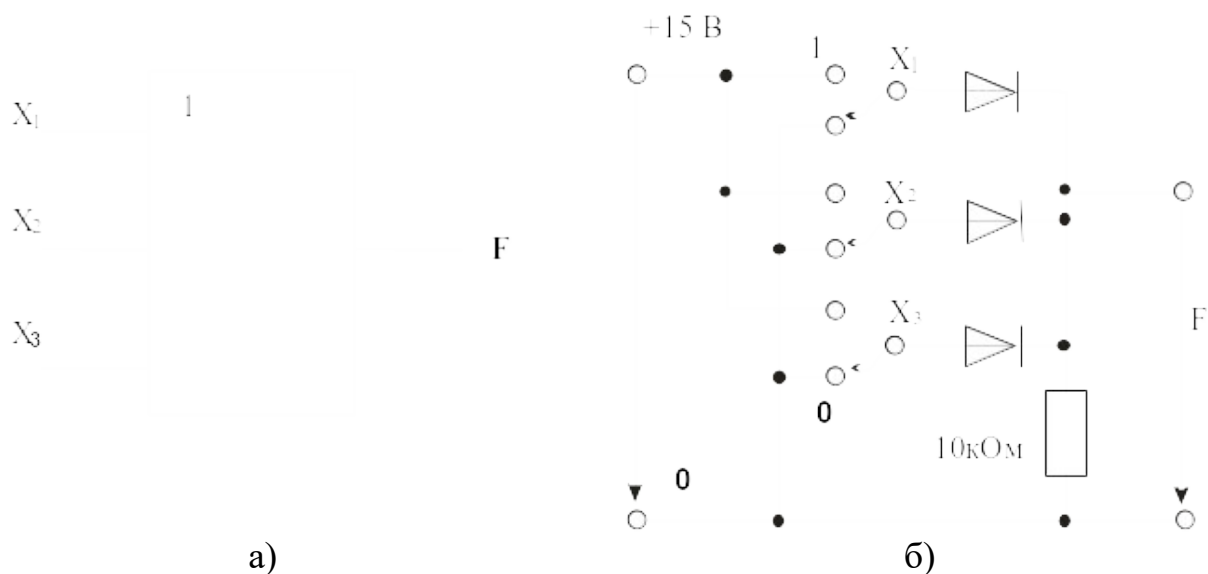

Рисунок 2 – Логический элемент OR с тремя входами
2.1. Соберите цепь согласно схеме (рис. 2, б). Подайте последовательно 0В \equiv сигнал 0 \equiv уровень низкого потенциала, +15 В \equiv сигнал 1 \equiv уровень высокого потенциала, к входам x_1 , x_2 и x_3 , как указано в таблице 2. Занесите соответствующие значения выходного сигнала (0/1) в таблицу.